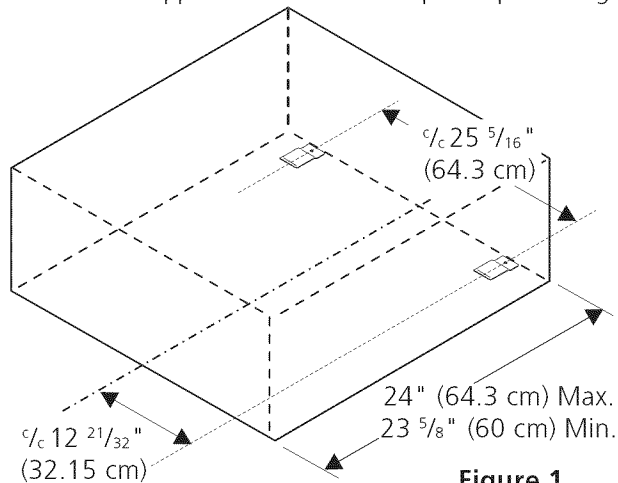

Figure 1
1. Localisez les supports anti-bascule tel qu'indiqué à la fig. 1.